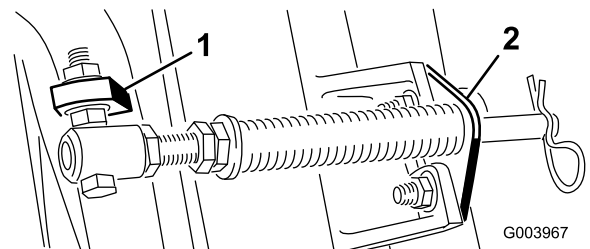

Figure 5
**Remarque:** Placez la tête du boulon sur le côté extérieur de la patte, comme montré à la Figure 5.
- D. Montez le support de tige sur les pattes du plateau de coupe à l'aide des boulons de carrosserie et des écrous (Figure 5).